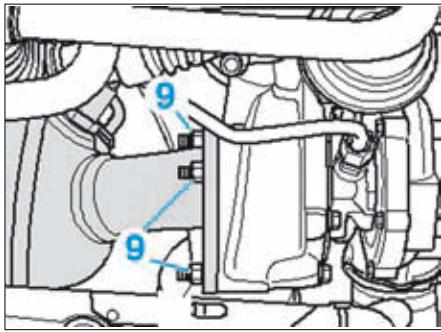

FIG. 9
- Déposer les vis (9) du turbocompresseur (Fig.9).